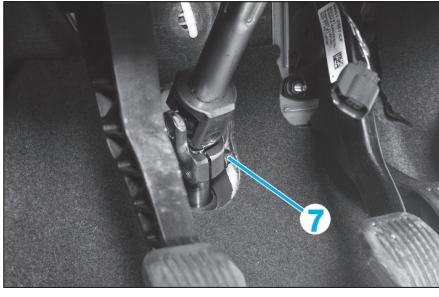

FIG. 9
- le connecteur (5) de l'éclairage,
- le connecteur (6) de la sonde de température habitation.
- la vis (7) (**Fig.9**) d'accouplement de la colonne de direction sur le boîtier.